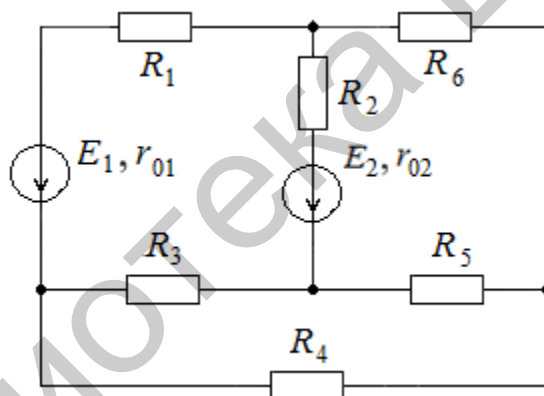

Рис. 102
35. Определить все токи методом контурных токов в электрической цепи (рис. 102), если $E_1 = 30$ В; $E_2 = 40$ В; $R_1 = 28$ Ом; $R_2 = 63$ Ом; $R_3 = 45$ Ом; $R_4 = 35$ Ом; $R_5 = 50$ Ом; $R_6 = 15$ Ом; $r_{01} = 2$ Ом; $r_{02} = 2$ Ом.